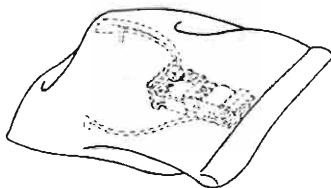

Abb. 12a
11. Behandlung der Lasereinheit (Abb. 12a ... 12f)
11. Handling of the Pick-Up Unit (Figs. 12a ... 12f)